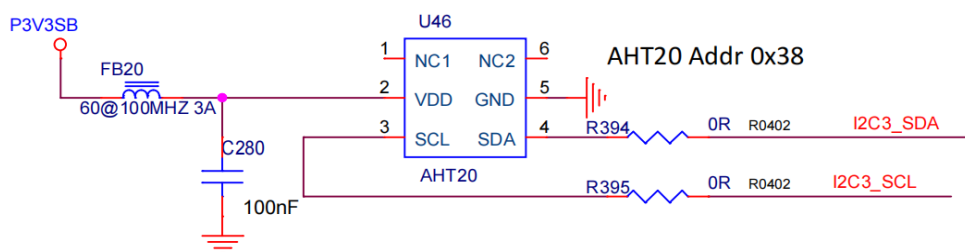

图 2-21 温湿度传感器原理图
(12) 温湿度传感器：用于环境监测，可以测量周围的温度和湿度。原理图如图 2-21：